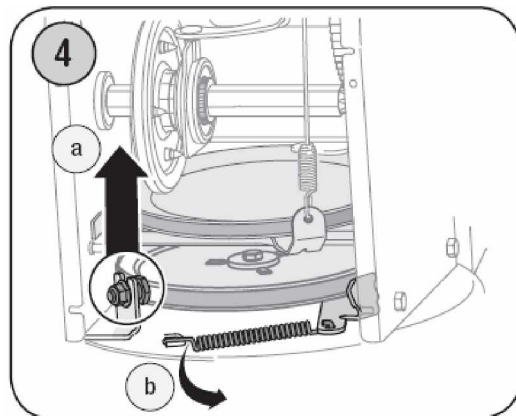

Рис. 25.
3. При включенном приводе колес, фрикционный диск должен соприкасаться с приводным шкивом. См. Рис. 25.
2. **Шестерни:** Один раз в сезон смажьте шестерни небольшим количеством масла. Запрещается нанесение на шестерни смазки. См. Рис. 25.